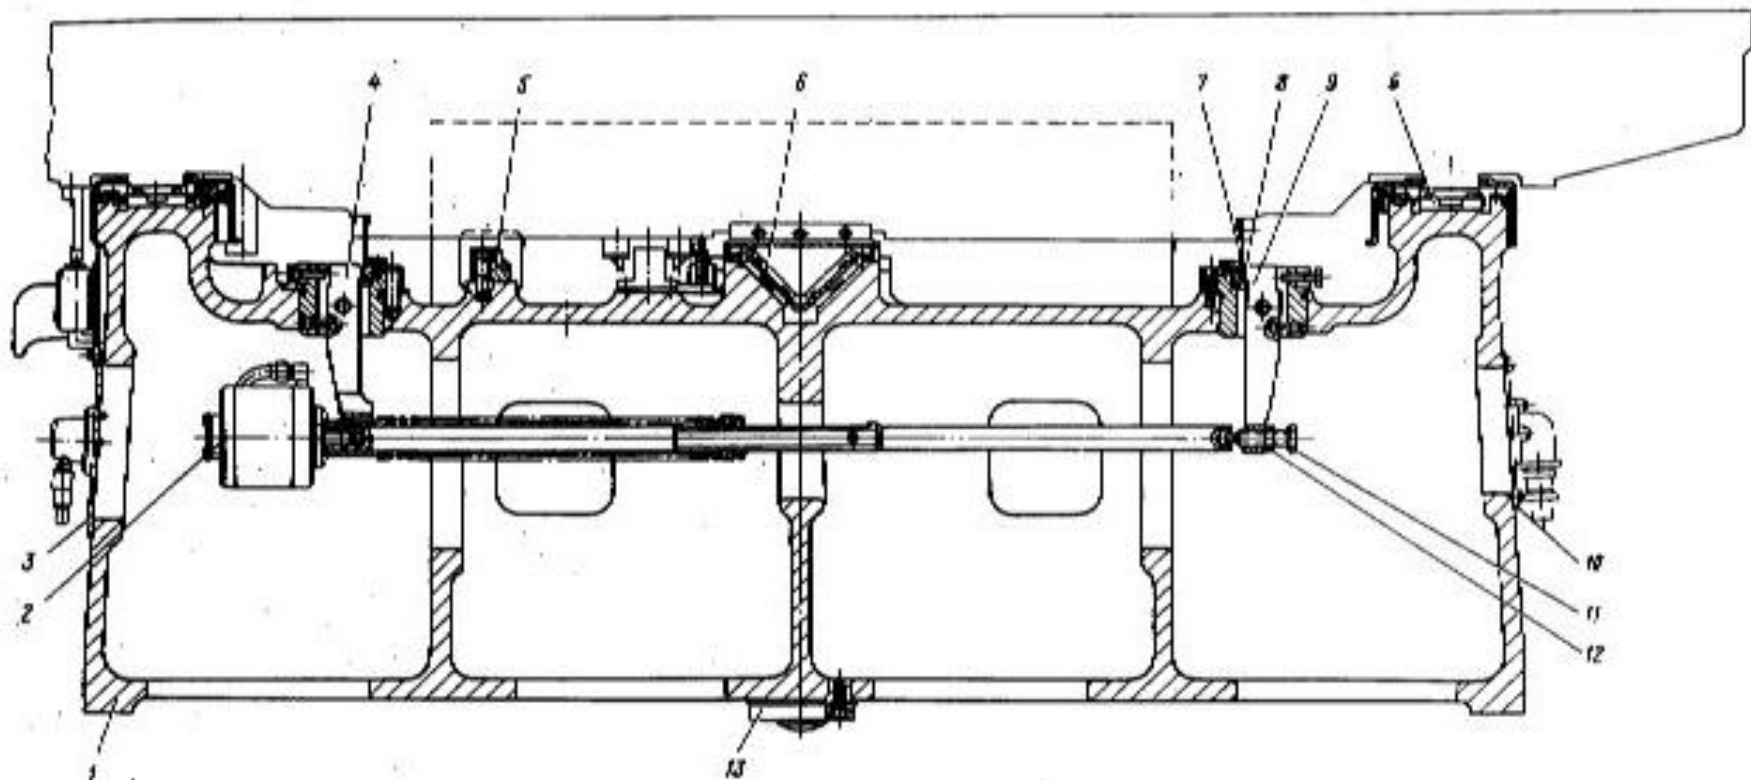
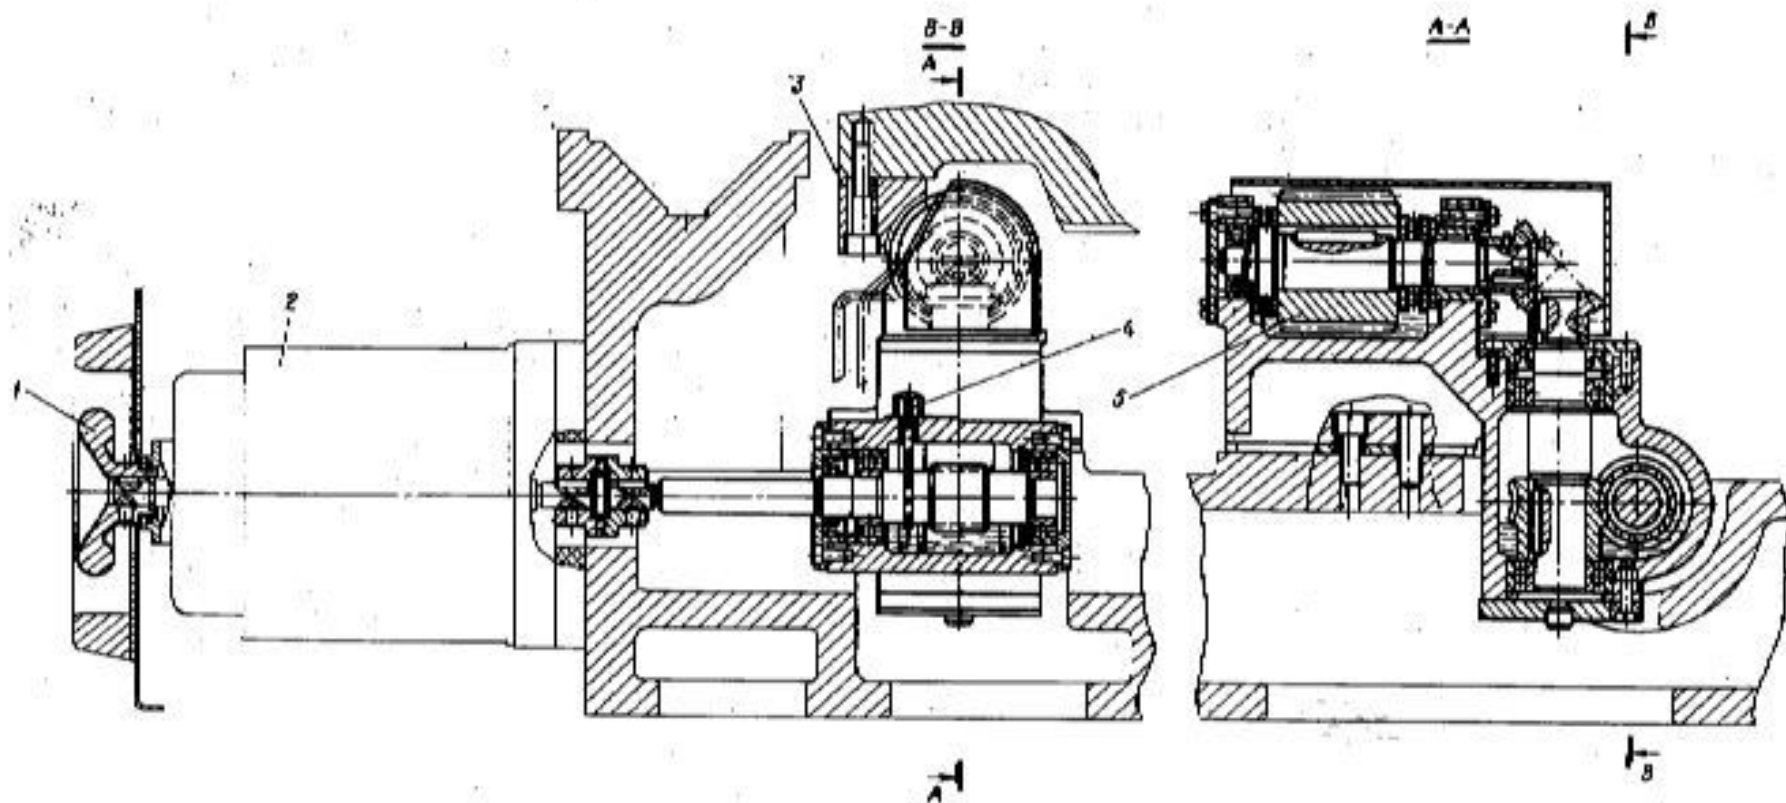
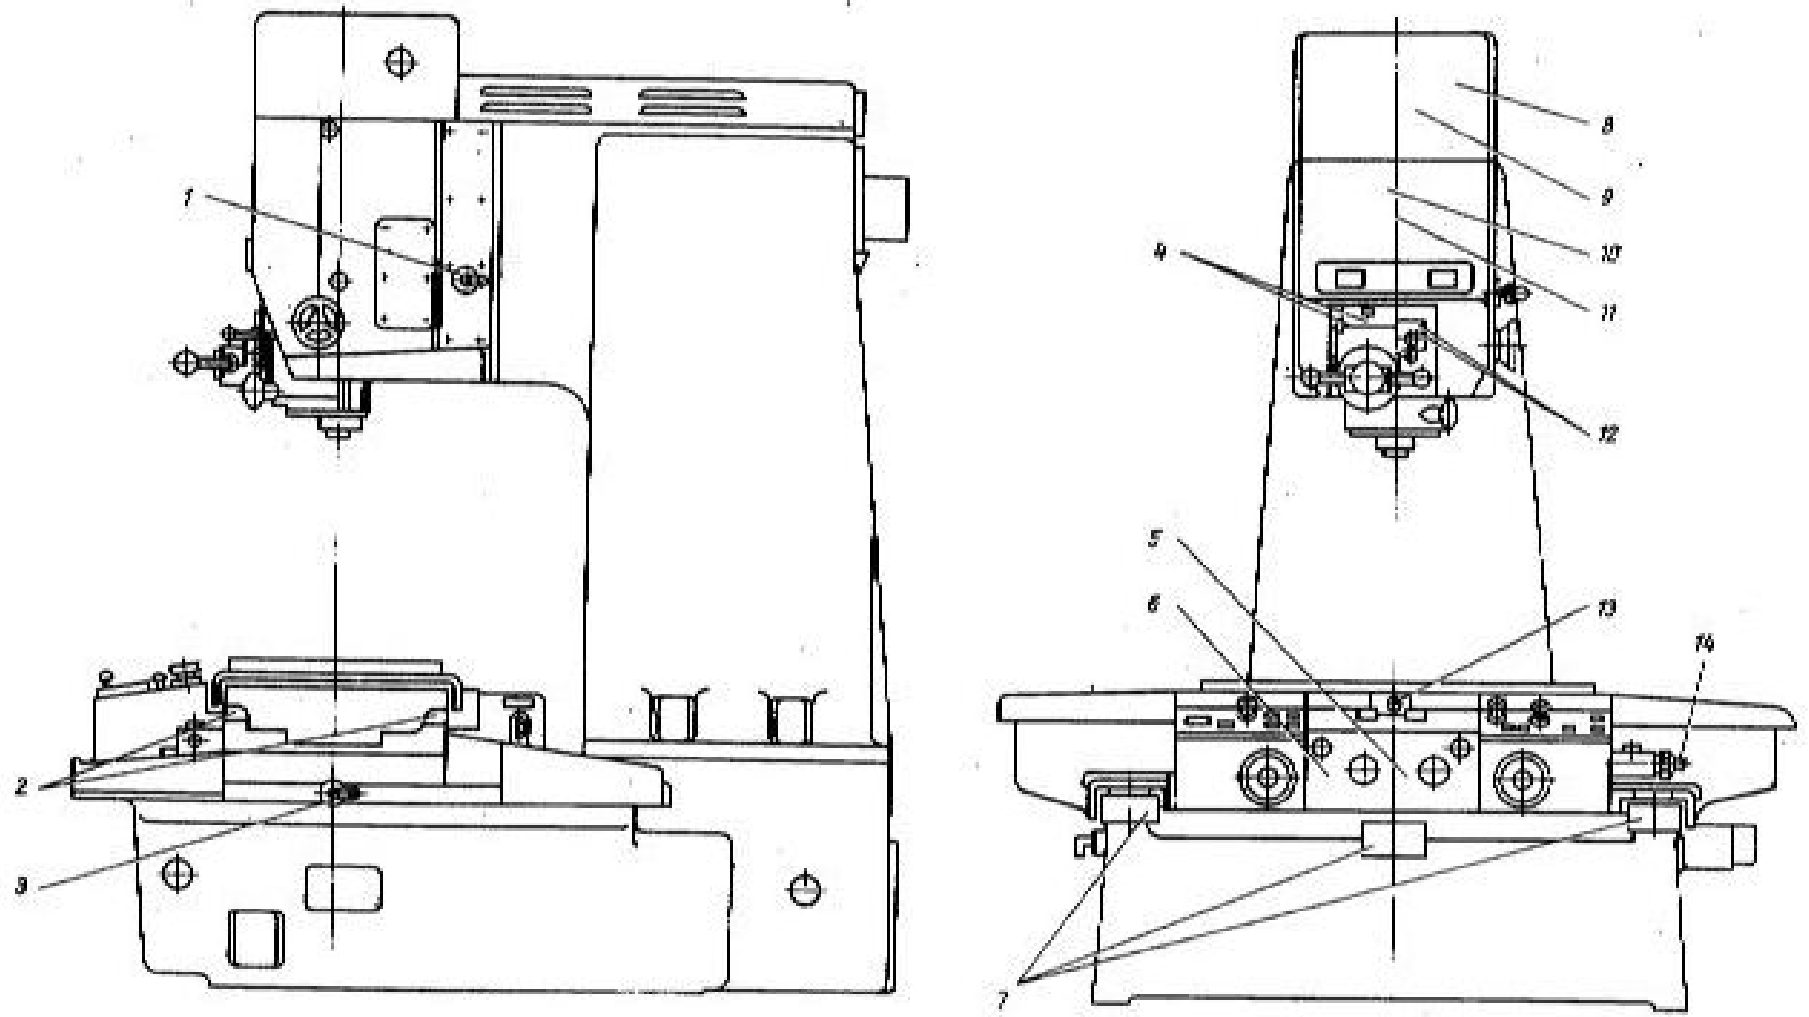

Рис.15. Станина
Рис.17. Принад перемещения слайков и стоек
Рис. 25. Карта смазки
Основанием станка служит литейная станина I (рис. 15), на которой установлена вертикальная стойка II (см. рис. 5), с укрепленным на ней блоком направляющих III. По вертикальным направляющим блоком перемещается шпindelная коробка IV, по точному отверстию в которой перемещается гильза расточного шпинделя V. На передней стенке салазок укреплен пулт управления VI.
По двум плоским и одной средней призматической направляющим станины на роликах 6 (рис. 15), включенных в сепараторы, перемещаются салазки. Станина опирается на фундамент тремя точками. Нерегулируемая опора 13 расположена под задней частью станины, а две регулируемые опоры входят под переднюю ее часть.
Привод перемещения стола (салазок) осуществляется от регулируемых электродвигателей постоянного тока 2 (рис. 17), которые допускают регулирование скорости перемещения в широком диапазоне, благодаря чему представляется возможным применять скорости, необходимые для фрезерования плоскостей, а также осуществлять ускоренное перемещение при установке координат.
Механизм привода представляет собой двухступенчатый редуктор (червячная пара и пара конических колес) и винт 5 (рис. 17), работающий с рейкой 3, закрепленной на столе (для перемещения стола) и рейкой 5 (см. рис. 15), закрепленной на станине (для перемещения салазок).
Электродвигатели редукторов расположены на передней стенке салазок. Валы с шпоночными I (рис. 17) для ручного перемещения стола и салазок выведены вперед, к пулту управления.
- д) вставить муфту 4 (рис.17) на корпус редуктора и залить масло. Коническая и винтовая пара смазываются периодически от лубрикатора 3 (рис.25).
Направляющие и все остальные места обязательно проверить и смазать, руководствуясь указаниями о смазке (см. раздел УИ, рис. 25).